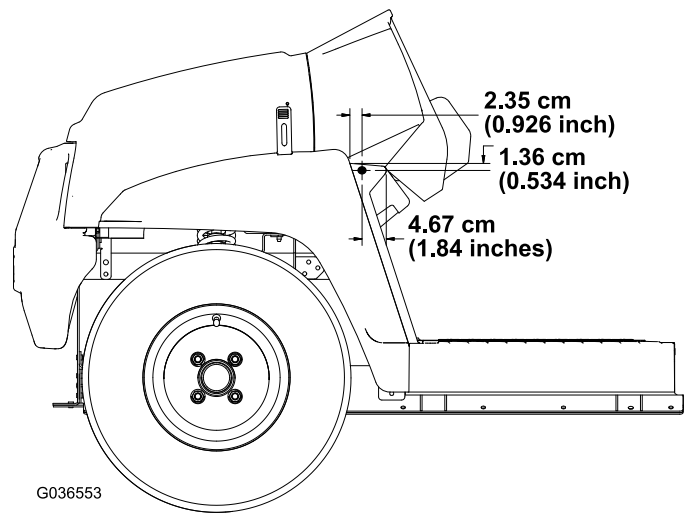

Bild 4
3. Verwenden Sie die in Bild 4 abgebildeten Abmessungen und bohren Sie ein 5/16" großes Loch in die Außenseite des Trittbretts an der linken und rechten Seite der Maschine.